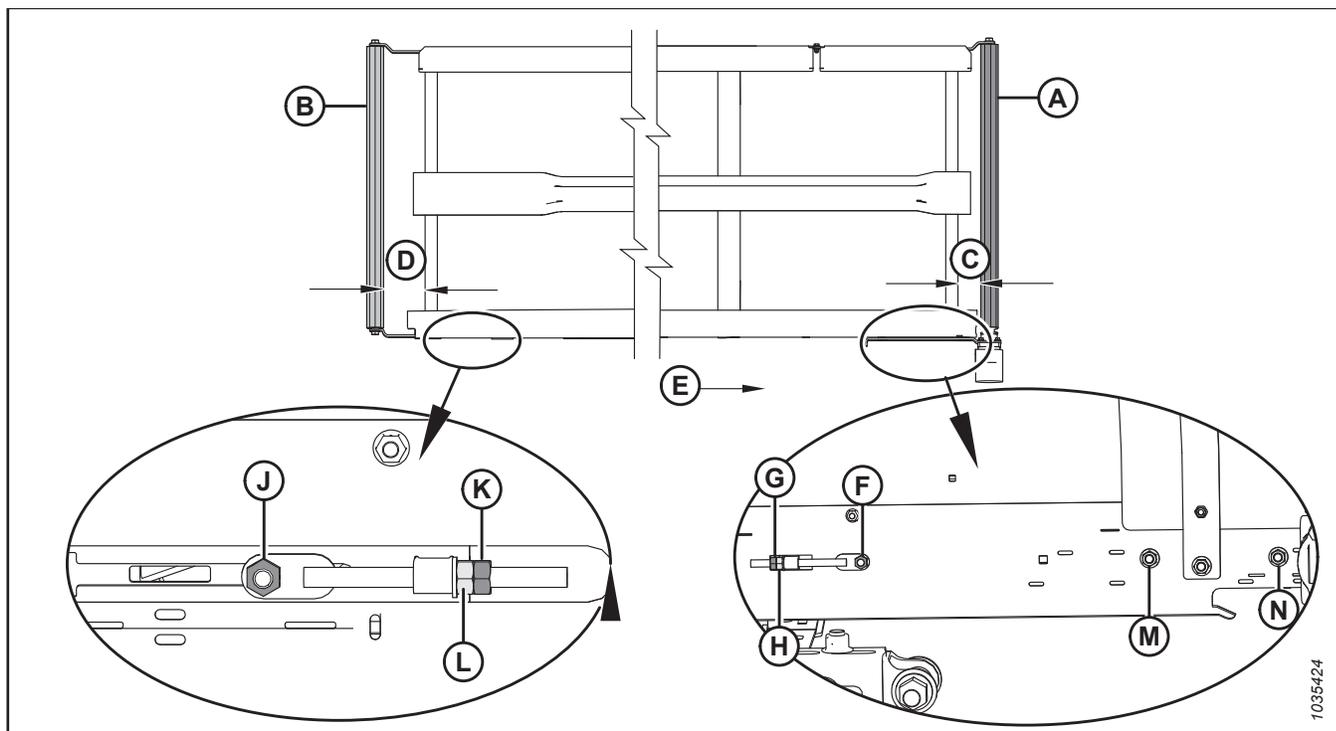

Figure 4.249: Réglage de l'alignement du tapis – Tapis gauche
2. Réglez le rouleau d'entraînement (A) pour changer C (consultez le tableau 4.2, page 623 et la figure 4.249, page 623) comme suit :
- a. Desserrer les écrous (F), (M) et (N), et le contre-écrou (G).
- b. Tournez l'écrou de réglage (H).
- c. Serrer les écrous (F), (M) et (N), et le contre-écrou (G).
3. Réglez le rouleau libre (B) pour changer D (consultez le tableau 4.2, page 623 et la figure 4.249, page 623) comme suit :
- a. Desserrez l'écrou (J) et le contre-écrou (K).
- b. Tournez l'écrou de réglage (L).